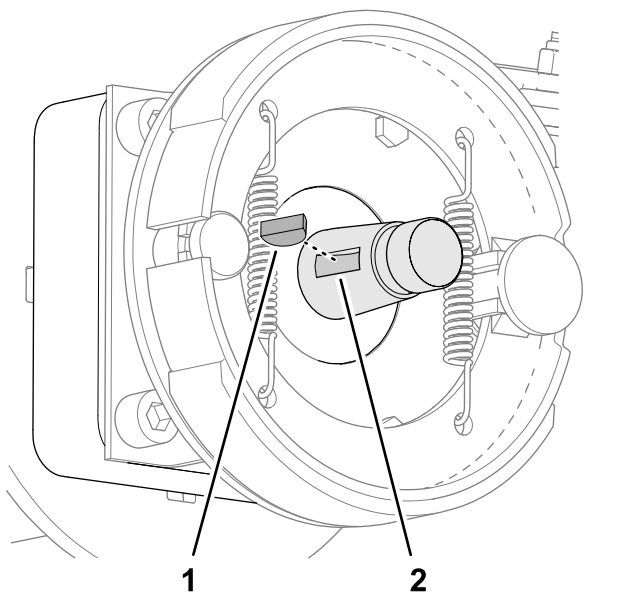

Figure 69
2. Insérez la clavette demi-lune dans la rainure de l'arbre du moteur de roue (**Figure 69**).